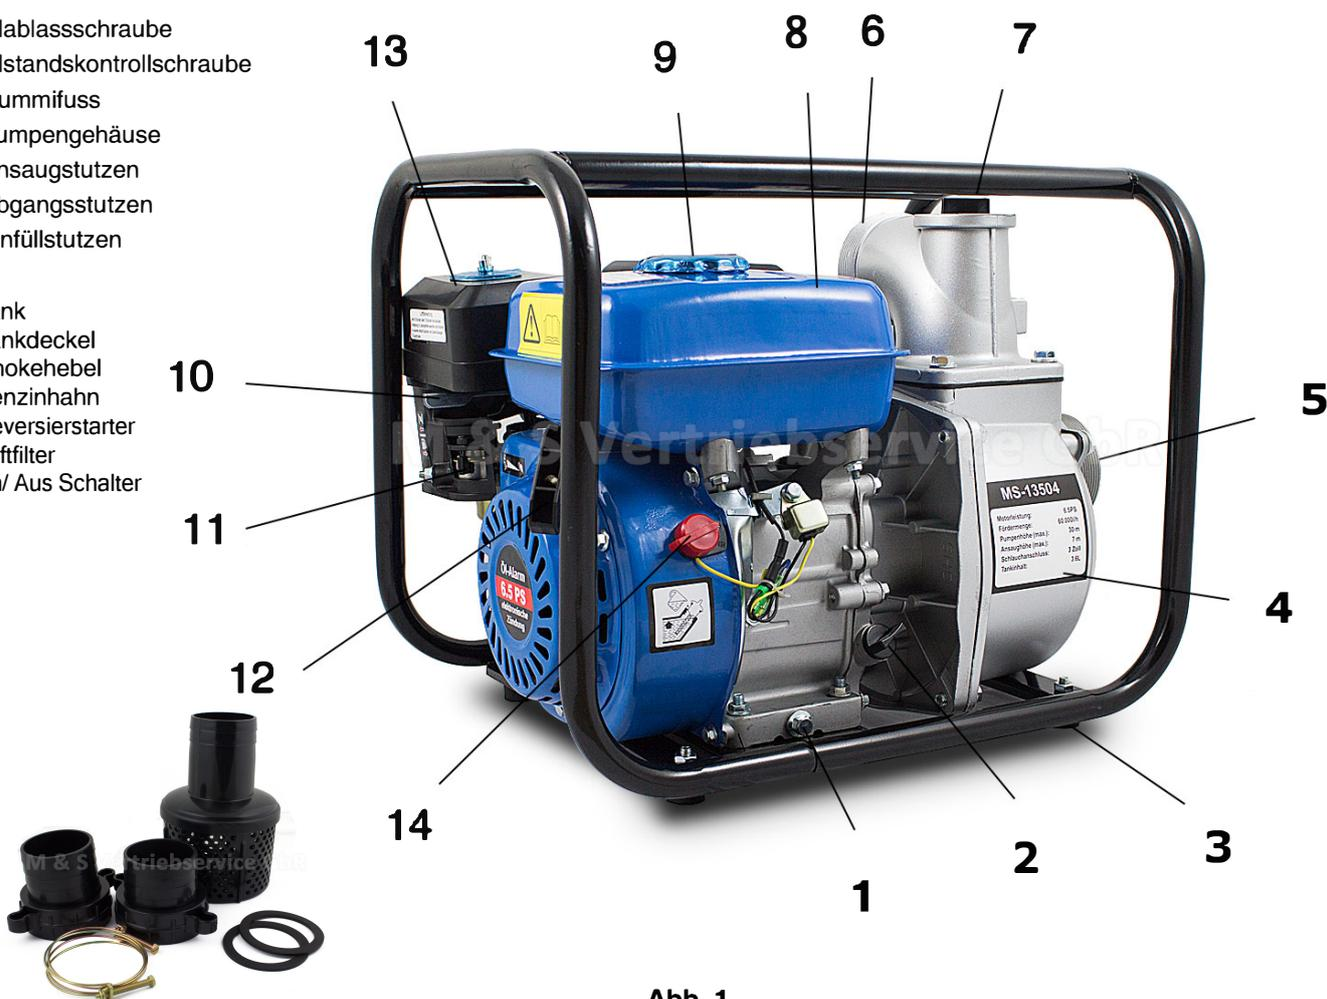

Abb. 1
- Öffnen Sie den Benzinhahn (Abb. 1/11)
- Schalter „Ein“ (14)
- Choke (10) nach links in Startposition schieben.
- Langsam an der Startschnur (12) ziehen, bis Widerstand spürbar ist, dann kräftig ziehen um den Motor zu starten.
- Wenn der Motor warmgelaufen ist, den Choke (10) in die Ausgangsstellung nach rechts zurück schieben.
- Stellen Sie den Ein-/Aus-Schalter (14) auf "OFF" (AUS).
- Drehen Sie den Kraftstoffhahn (11) auf "OFF" (ZU).